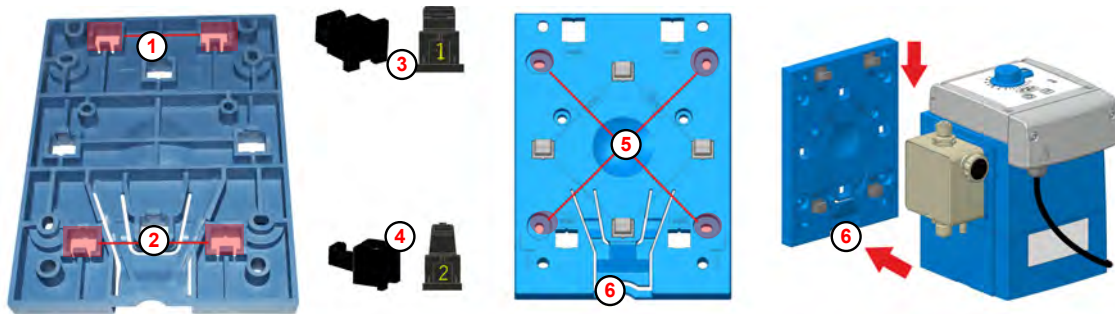

Abb. 5: Vorbereitungen zur Wandmontage
Auf der Unterseite der Montageplatte sind die Öffnungen für die Wandmontage (Abb. 5, ① bzw. ②) mit der Ziffer 2 gekennzeichnet.